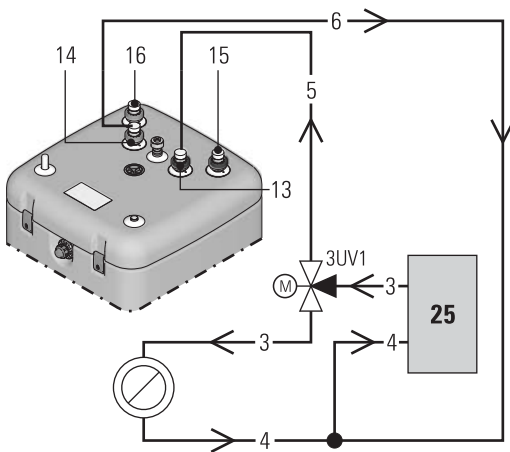
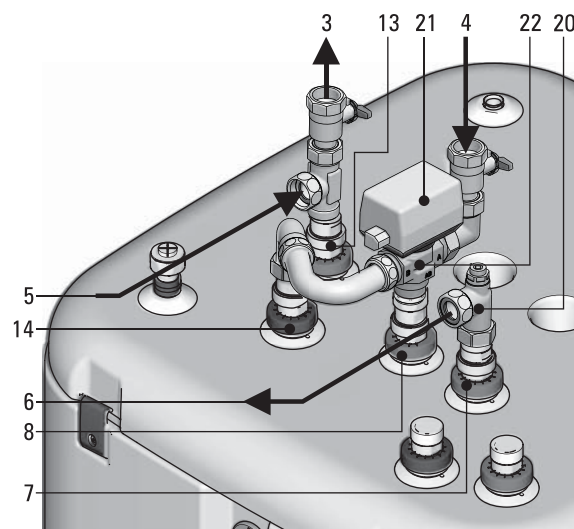

Figura 4-12 EP HT 3H per impianti HPSU hitemp con bollitore HybridCube 343/19/0
Figura 4-13 EP HT 5H per impianti HPSU hitemp con bollitore HybridCube 544/**/0
- Montare il kit di collegamento sul bollitore HybridCube come illustrato nelle Figura 4-12 o Figura 4-13.
Tab. 4-1 Legenda della Figura 4-12
Tab. 4-2 Legenda della Figura 4-13